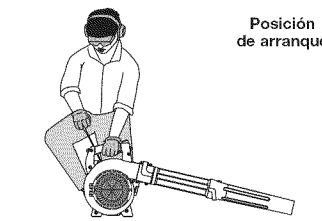

Fig. 13
ADVERTENCIA: Evite los arranques accidentales. Cerciórese de estar en la posición de arranque al tirar de la cuerda (Fig. 13). A fin de evitar lesiones graves, el operador y la unidad deben estar en una posición estable durante el arranque.
4. **No apriete el gatillo.** Colóquese en la posición de arranque (Fig. 13). Tire de la cuerda de arranque 5 veces en un movimiento controlado.
4. Agáchese en la posición de arranque (Fig. 13). Inserte el accesorio Speed Start™ en el puerto situado a uno de los lados de la unidad (Fig. 23). Consulte la sección *Operación* del manual del operador del accesorio Speed Start™.